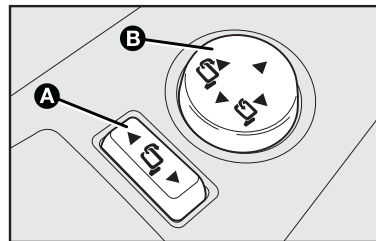

fig. 20
Dobramento elétrico do retrovisor externo - fig. 20
- Posicione o seletor **A-fig. 20** na posição neutra;